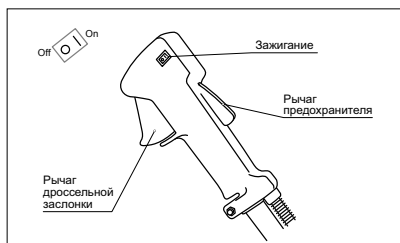

рис. 11
5. Переведите выключатель зажигания, расположенный на рукоятке управления, в положение ON / 1. Нажав рычаг предохранителя, нажмите рычаг дроссельной заслонки (рычаг газа) и зафиксируйте его в нажатом состоянии с помощью фиксатора (рис. 11).
1. Включите зажигание выключателем, расположенным на управляющей рукоятке (рис. 11).
2. Нажав рычаг предохранителя, нажмите рычаг дроссельной заслонки (рычаг газа) и зафиксируйте его в нажатом состоянии с помощью фиксатора (рис. 11).